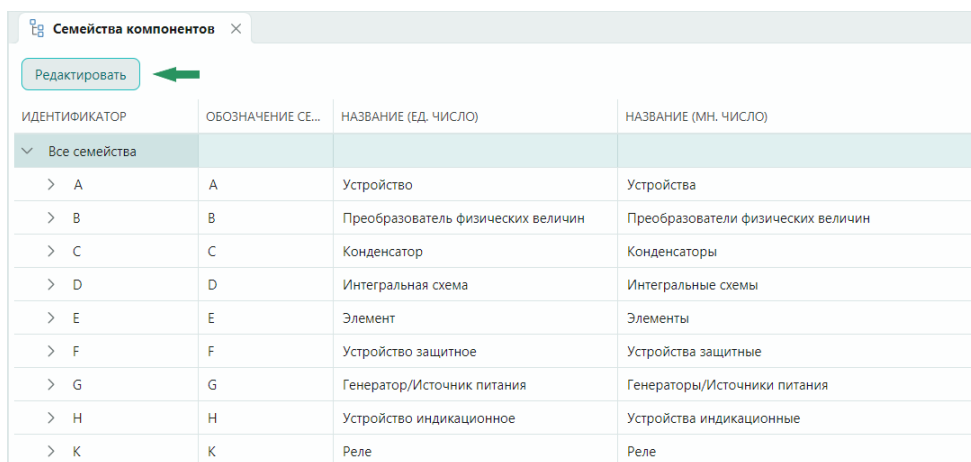

Рис. 24 Переход к редактированию семейств компонентов
2. Нажмите кнопку «Редактировать», см. Рис. 24.